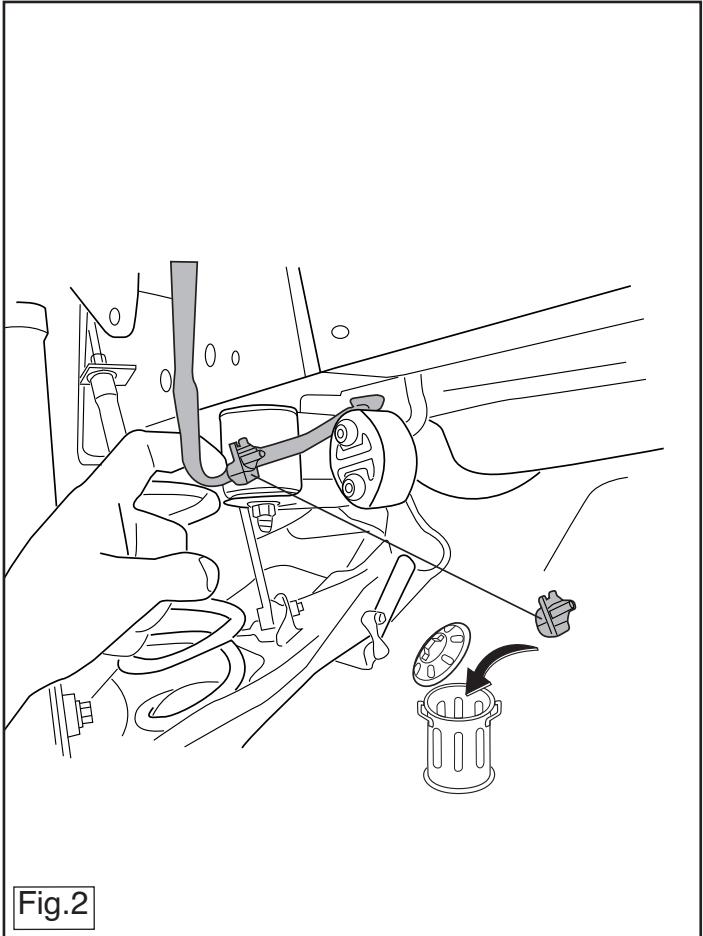

Fig.2
- Подключение PDC ослабить. См. рисунок 2